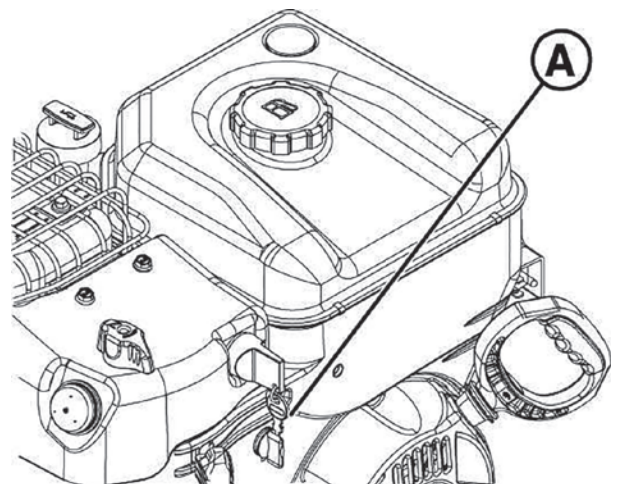

Рис. 7
1. Поверните ключ зажигания (A, Рис.7) в положение ВЫКЛ. Выньте ключ зажигания или ключ Вкл./Выкл. (в зависимости от комплектации).